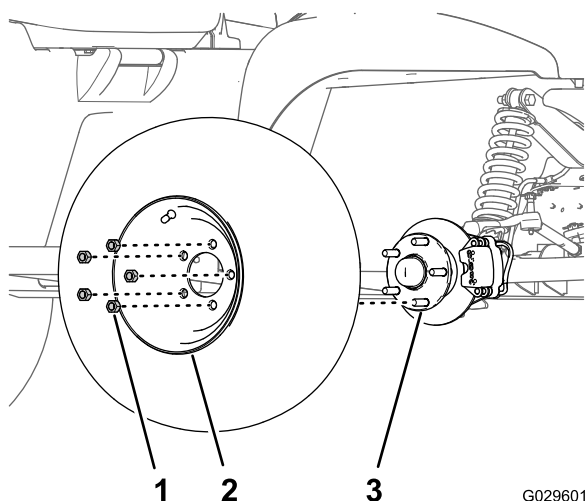

Figure 26
2. Retirez les 5 écrous de roue qui fixent la roue au moyeu (Figure 26).
4. Alignez les trous dans la roue et les goujons du moyeu puis montez la roue sur le moyeu en plaçant la valve à l'extérieur (Figure 26).
5. Fixez la roue sur le moyeu avec les écrous de roue (Figure 26), et serrez les écrous à un couple de 108 à 122 N·m.